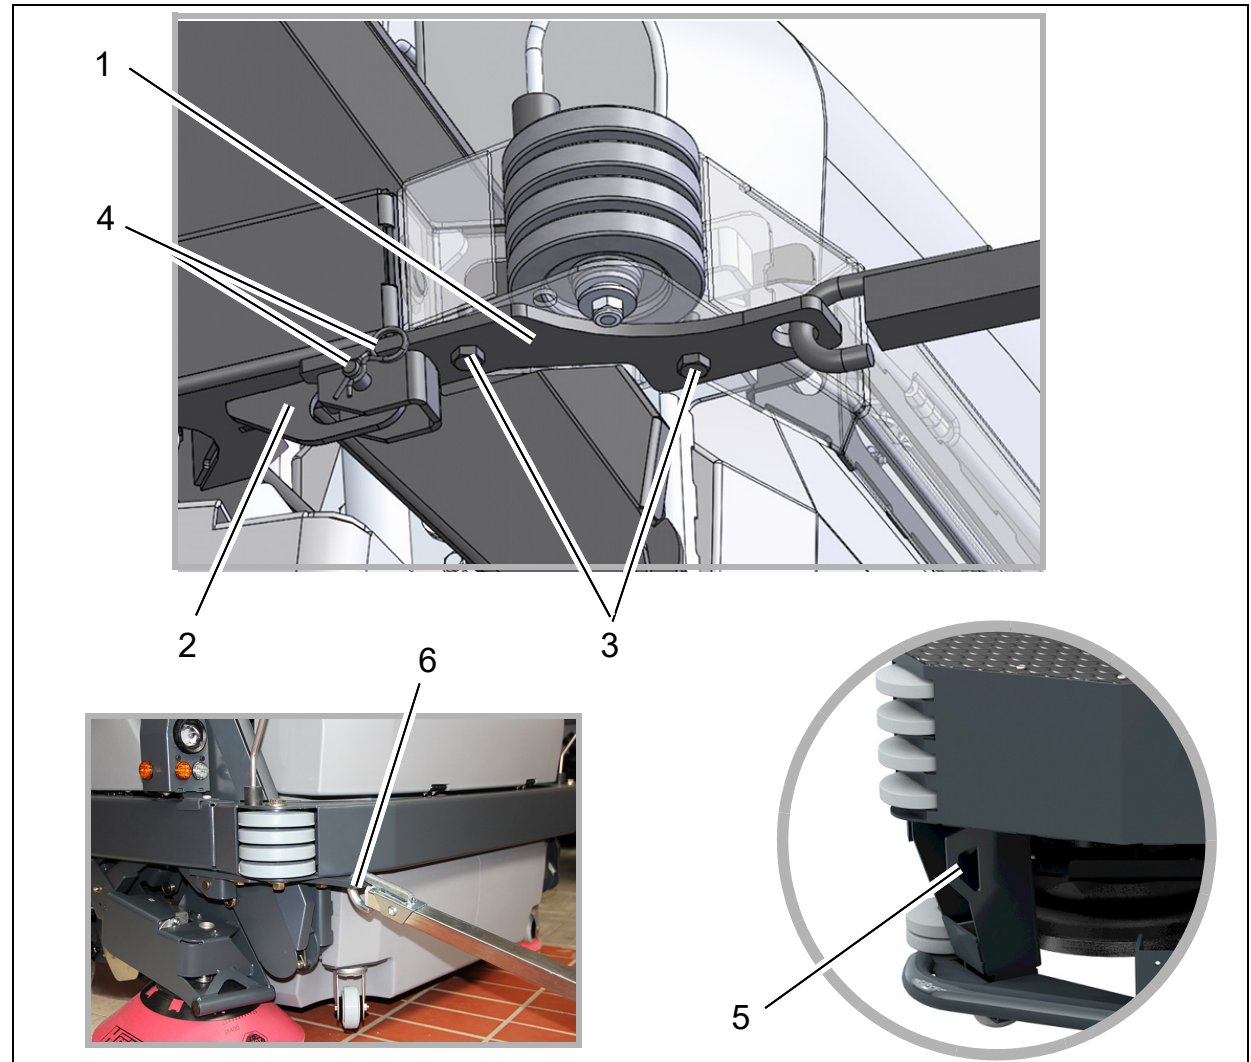

Abb. 4
1. Abschleppkupplung (Abb. 4/1) laut Abbildung über die Lasche (Abb. 4/2) unter dem Holm schieben.
2. Abschleppkupplung mit beiden Sechskantschrauben M12x35 (Abb. 4/3) befestigen und mit Bolzen und Federstecker (Abb. 4/4) sichern.
Beim Scrubmaster B400 R muss vorn keine Abschleppkupplung montiert werden. Hier wird der Befestigungspunkt (Abb. 4/5) verwendet.
3. Abschleppstange einhängen (Abb. 4/6).